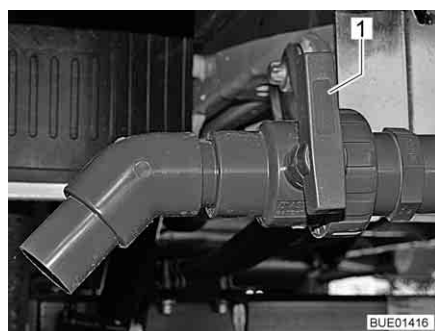

Fig. 206 Rubinetto di scarico (esterno)
- Ruotare la maniglia (Fig. 206,1) del rubinetto di scarico nella direzione di scorrimento. Le acque grigie vengono così scaricate attraverso un rubinetto a sfera.